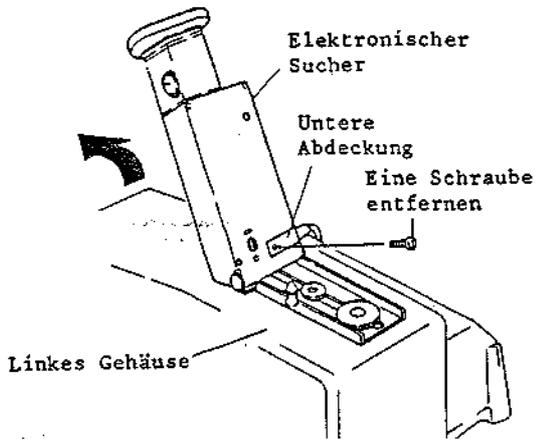
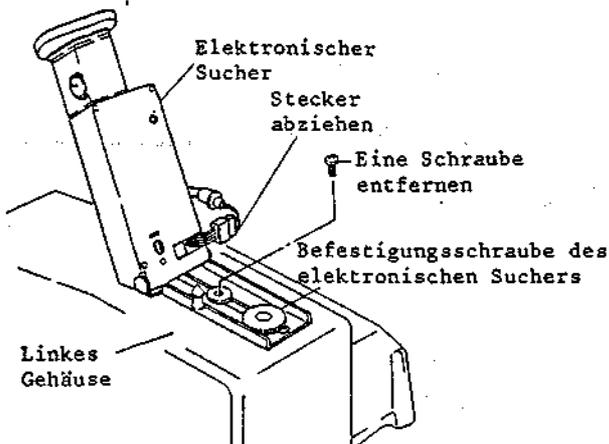

Abb. 2-1 Ausbau des elektronischen Suchers
Abb. 2-2 Ausbau des elektronischen Suchers
1-1 Ausbau des elektronischen Suchers (Abb. 2-1, 2-2)
1. Den elektronischen Sucher in Pfeilrichtung schieben (siehe Abb. 2-1).
2. Eine (1) Befestigungsschraube aus der unteren Abdeckung des elektronischen Suchers entfernen.
3. Den Stecker CN1801 abziehen (siehe Abb. 2-2).
4. Eine (1) Befestigungsschraube des elektronischen Suchers lösen.
1. Den elektronischen Sucher abnehmen (siehe Abb. 2-1, 2-2).